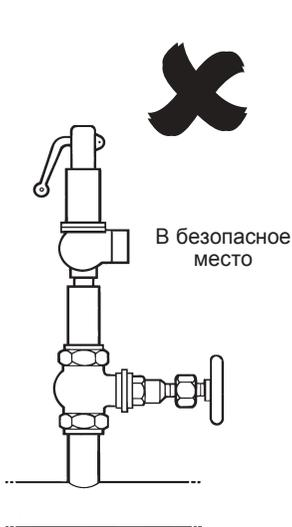

Рис. 2
- 5.3** Не должно быть никаких дополнительных клапанов или фиттингов, чтобы можно было изолировать клапан (Рис.2).